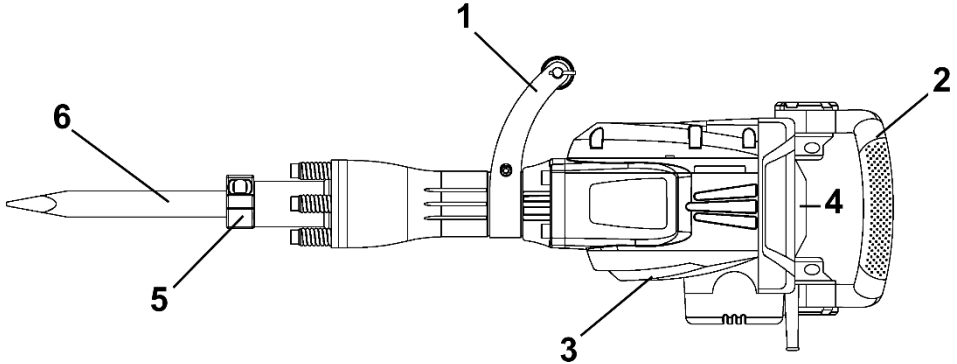

Рисунок 1
2.2.1 Виріб має несучій пластиковий корпус з вмонтованим електричним колекторним двигуном, редуктором з пневматичним ударним механізмом, на вихідному валі якого встановлюється змінний патрон **SDS-HEX** (5) для закріплення змінних робочих інструментів з циліндричними хвостовиками системи SDS-HEX згідно рис.1. Корпус одночасно вміщує органи керування інструментом, шнур живлення від мережі змінного однофазного струму та має опорну поверхню для встановлення передньої рукоятки (1) з можливістю фіксованого позиціонування навколо подовжньої осі виробу. Електродвигун розташований перпендикулярно осі змінного робочого інструмента, створює через кривошипний механізм зворотньо-поступальні рухи поршня пневмоциліндру, який підсилює поштовхи і передає їх змінному інструменту.